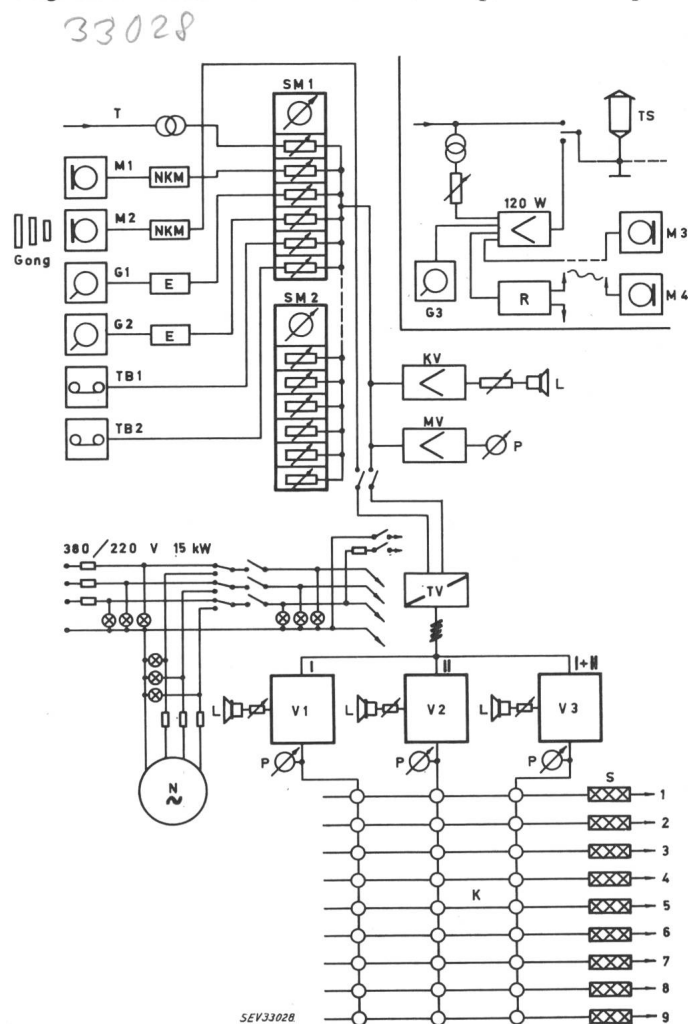

Fig. 1
Gemäss dem Blockschema in Fig. 1 sind im Studio zwei Kondensatormikrophone, zwei professionelle Plattenabspielgeräte, zwei Tonbandgeräte und ein Mischpult vorhanden. Je nach der Programmgestaltung werden die verschiedenen Signale — auch die ankommenden Telephonrundsprachdarbietungen — im Mischpult, das 6 Kanalregler enthält, gemischt bzw. ein- oder überblendet. Zur Überwachung der Lautstärke (quantitative Prüfung) sind im Studio lineare (VU) und logarithmische, in db geeichte Pegelmessgeräte eingesetzt. Ferner dient ein Kontrolllautsprecher zur quali-